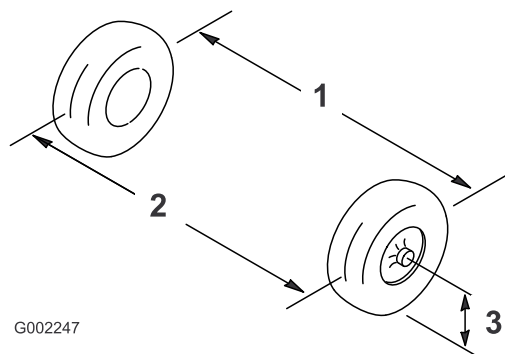

Figure 134
2. Mesurez la distance entre les roues avant à hauteur d'essieu, à l'avant et à l'arrière des roues (Figure 134).